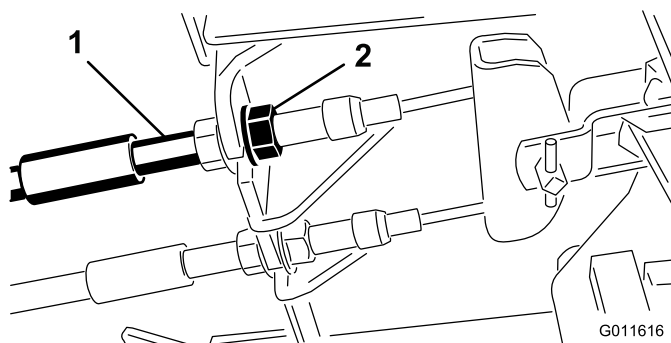

Figura 73
1. Para reduzir a folga dos pedais dos travões, aperte os travões desapertando a porca dianteira que se encontra na extremidade rosca do cabo dos travões (Figura 73).